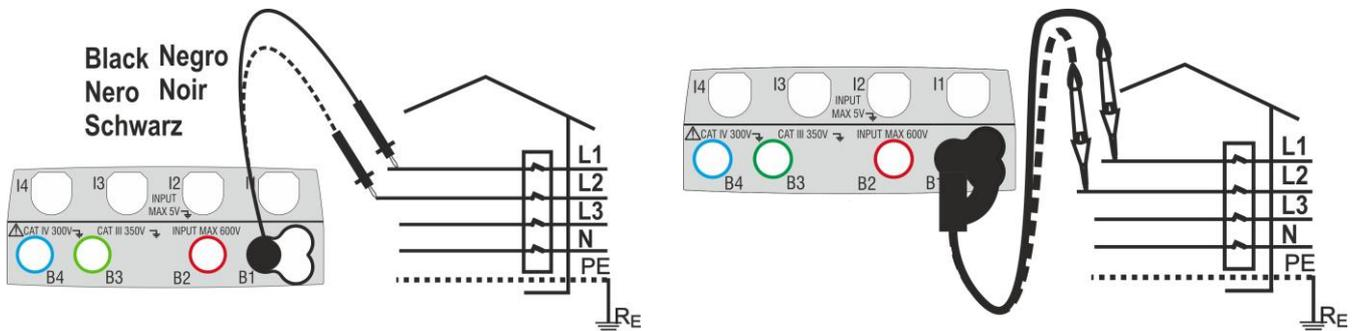

Fig. 23 : Vérification du sens cyclique des phases 1T avec borne et embout à distance
3. Insérer les connecteurs bleu et noir des câbles simples dans les entrées correspondantes de l'instrument B4, B1 (mesure 2T). Insérer les crocodiles ou les embouts correspondants dans l'extrémité des câbles restée dégagée. Le cas échéant, utiliser l'embout à distance en insérant son connecteur multipolaire dans l'entrée B1. Connecter les crocodiles, les embouts ou l'embout à distance dans la phase L1 et N conformément à Fig. 23 et Fig. 24.
Dans ces conditions, connecter les crocodiles, les embouts ou l'embout à distance à la phase L2 et N conformément à Fig. 23 et Fig. 24.